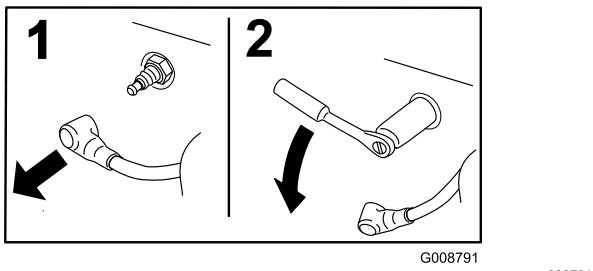

Figura 42
5. Desconecte los tapones de las bujías (Figura 42).